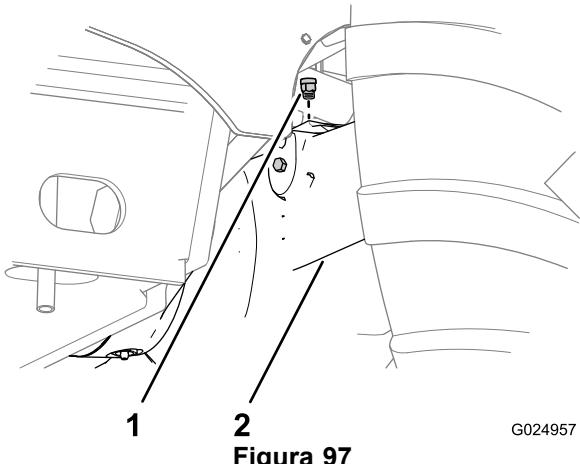
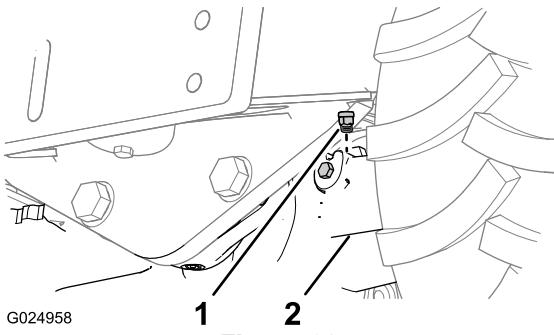

Figura 97
Figura 98
- 1. Pulite la zona intorno agli sfiatatoi con un solvente detergente (Figura 97 e Figura 98).
2. Togliete gli sfiatatoi dall'assale anteriore e dagli assali posteriori (Figura 97 e Figura 98).
5. Montate gli sfiatatoi sugli assali anteriori e posteriori (Figura 97 e Figura 98).